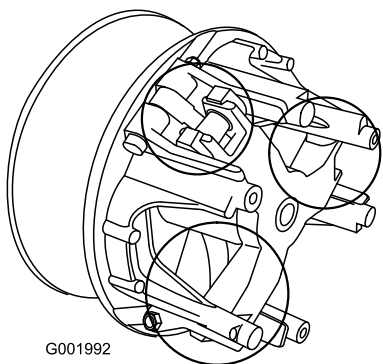

Figura 59
- Lubrifique as peças móveis nas áreas assinaladas com um círculo em Figura 59 utilizando o Dry Lubricant Spray da Toro, disponível no revendedor ou distribuidor autorizado Toro.